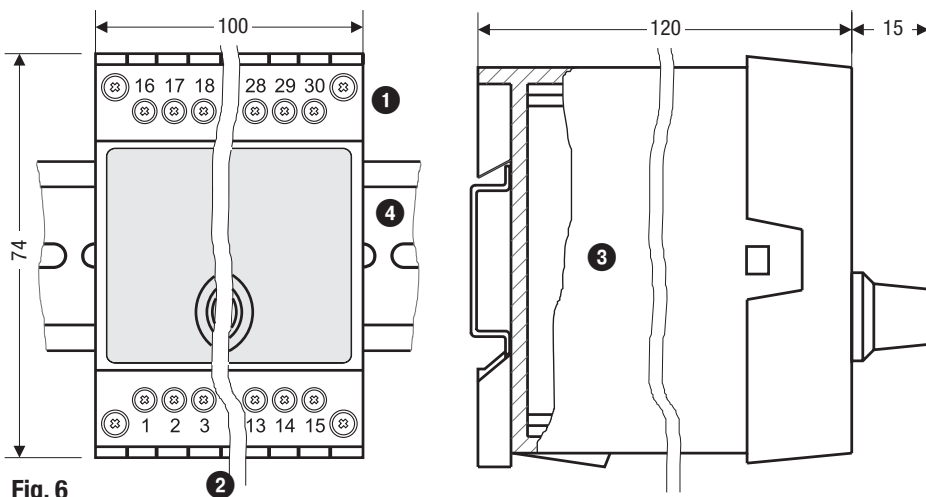

Fig. 6
Le commutateur-amplificateur pour excès de température TRS 5-50 est encliqueté dans l'armoire de commande sur une barre de support de type TH 35, EN 60715. **Fig. 6 ❹**